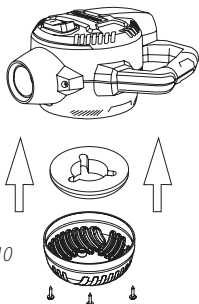

Fig. 10
25. Después de la limpieza, vuelva a colocar la protección de entrada y la almohadilla de espuma y asegúrelas con los tornillos. **NOTA:** La protección de entrada solo encaja correctamente de una manera. **Fig. 10.**